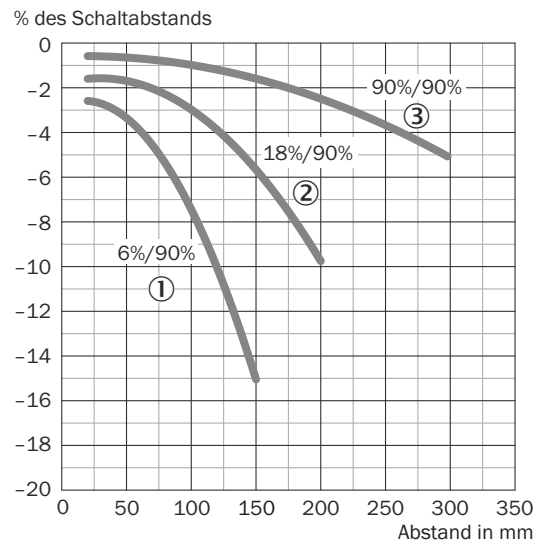

Abbildung 3: HTF18, % des Schaltabstands
Die Einsatzbedingungen prüfen: Den Schaltabstand und den Abstand zum Objekt oder Hintergrund sowie die Remissionsfähigkeit des Objekts gemäß dem entsprechenden Diagramm anpassen siehe [Abbildung 3] ( $x$  = Schaltabstand,  $y$  = Übergangsbereich zwischen eingestelltem Schaltabstand (Hintergrund) und Objekt in % des Schaltabstands (Remissionsgrad/Hintergrundremission)). Remissionsgrad: 6 % = schwarz ①, 18 % = grau ②, 90 % = weiß ③ (Standardweiß nach DIN 5033).
Der Mindestabstand (=  $y$ ) für eine zuverlässige Objektdetektion kann anhand des Diagramms [Abbildung 3①] wie folgt bestimmt werden: